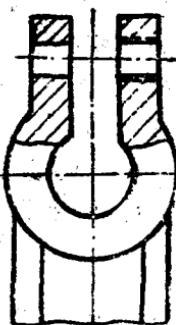

图 6
6. 徒手綫 它是用来画物体的断裂綫(如图 6)。当物体未全部画出时，在折断部分用来表示物体边界，又可以作表示断裂面的界綫。綫型的粗細在  $b/2$  到  $b/3$ 。